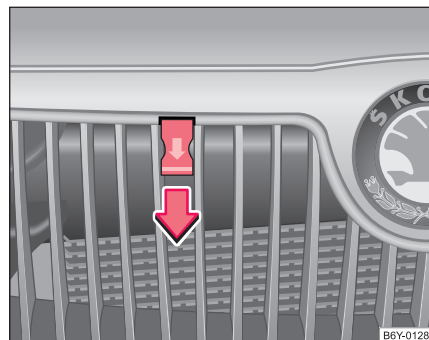

Fig. 124 Grătarul radiatorului: piedică
- Trageți de piedică ⇒ Pagina 173, Fig. 124, capota motorului va fi complet deblocată.